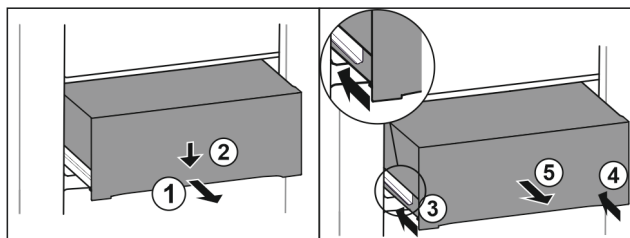

Fig. 70
- Træk skuffen halvt ud. Fig. 70 (1)
- Tryk skuffen ned på forsiden. Fig. 70 (2)
- Skub venstre skinne ca. 2 cm ind. Fig. 70 (3)
- Skub højre skinne ca. 2 cm ind. Fig. 70 (4)
- Tag skuffen ud fremefter. Fig. 70 (5)